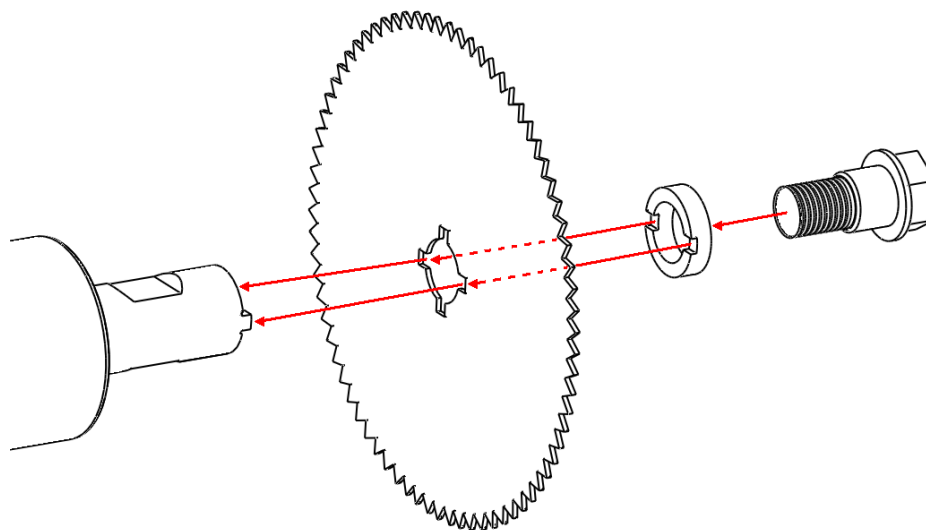

ilustración 4 Colocación de la hoja de la sierra
3. Coloque el anillo de fijación. Las entalladuras en el anillo de fijación han de mirar siempre hacia la sierra (ver ilustración 4). Estas entalladuras también han de encontrarse exactamente en los pivotes.